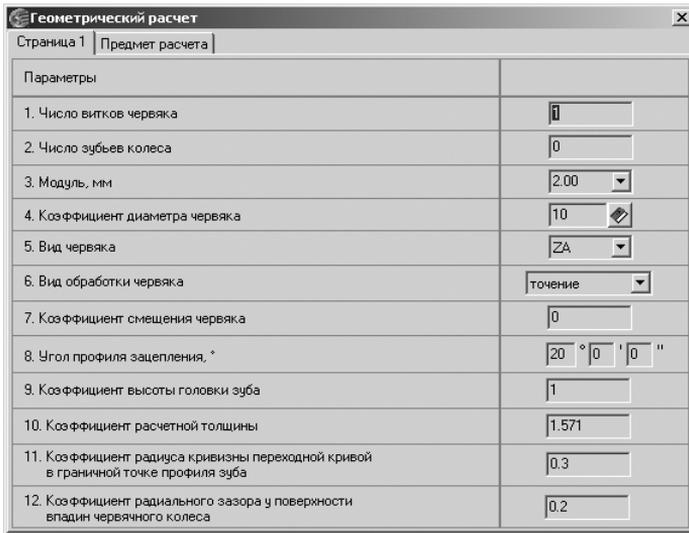

Рис. 5.45. Диалоговое окно **Геометрический расчет** с раскрытой вкладкой **Страница 1**
- щелкните в диалоговом окне **Вариант расчета** по кнопке **По коэффициенту смещения червяка**. Появится диалоговое окно **Геометрический расчет** с раскрытой вкладкой **Страница 1**, см. рис. 5.45;